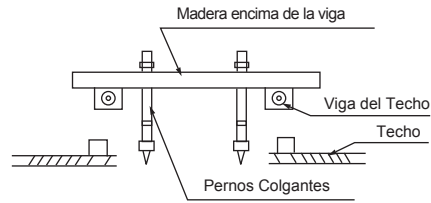
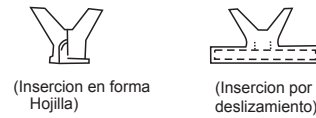

Fig. 5-3
Fig. 5-4
- Por favor *Referirse a Fig.5-3 y Fig.5-4* para el ajuste de distancia de los tornillos.